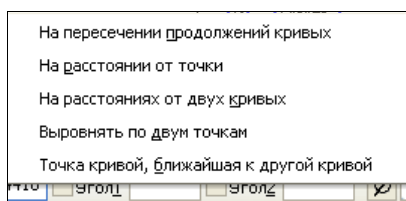

Рис. 6.6. Меню геометрического калькулятора при вводе дуги
Рассмотрим применение геометрического калькулятора на примере построения окружности, центр которой находится в точке пересечения продолжений двух отрезков, а диаметр равен расстоянию между ближайшими точками отрезков. Создайте новый графический документ (чертеж) и постройте два отрезка и дугу (рис. 6.6). Размеры принципиального значения не имеют. Затем выполним следующие действия:
- ◆ установите курсор в поле **Центр окружности** на Панели свойств и щелкните ПК мыши. Появится меню геометрического калькулятора, показанное на рис. 6.6;